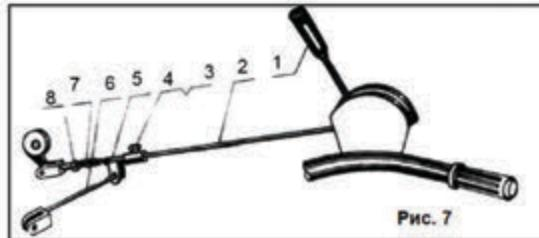

Рис. 7
- Поставьте культиватор под уклон 20°, переведите отжимной рычаг сцепления (1)(См. Рис.7) в положение тормоза. Если ведущее колесо не катится, тормоз держит надежно.